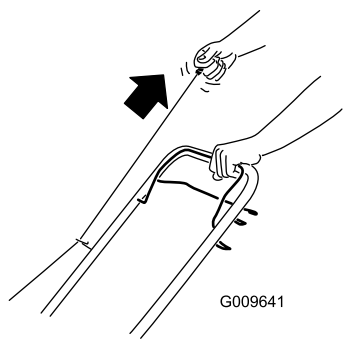

Figure 14
- Tirez sur la poignée du lanceur (Figure 14).
Remarque: Tirez la poignée du lanceur jusqu'à ce que vous sentiez une résistance, puis tirez vigoureusement (Figure 14). Laissez le lanceur se rétracter lentement jusqu'à la poignée.